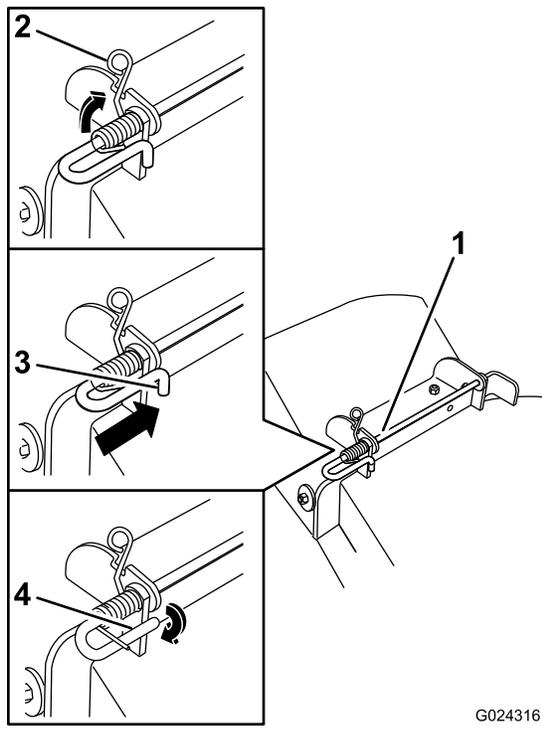

Figure 70
5. Soulevez le côté avec la boucle du ressort et placez-le dans le cran du support de déflecteur (Figure 70).
6. Fixez l'ensemble tige et ressort en le tournant de sorte à pouvoir placer l'extrémité courte de la tige derrière le support avant soudé au tablier de coupe (Figure 70).